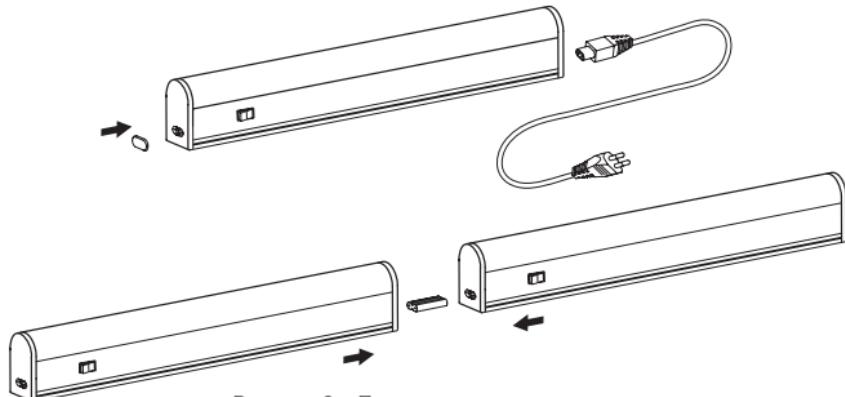

Рисунок 3 – Подключение светильника
5.4 Конструкцией светильника предусмотрено шлейфовое соединение светильников в ряд [рис. 3]. Максимальное количество подключаемых светильников ДБОВ-7101 - ДБОВ-7103 - 20 шт., светильников ДБОВ-7104 - 10 шт.